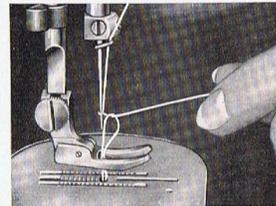

Abb. 18
**Die Vorbereitung zum Nähen** (Abb. 18). Das Ende des Nadelfadens nehme man lose in die linke Hand und drehe das Schwungrad auf sich zu, bis die Nadel unter Nachgeben des mit der Hand gehaltenen Fadens hinunter und wieder auf ihren höchsten Punkt
gegangen ist und dadurch den Spulenfaden erfaßt hat. Durch Anziehen des Nadelfadens befördert man den Spulenfaden an die Oberfläche (Abb. 18). Nachdem man das Ende des Spulfadens ganz herausgezogen hat, lege man beide Fadenenden so nach hinten, daß sie den Transporteur nach rechts oder links diagonal überqueren.